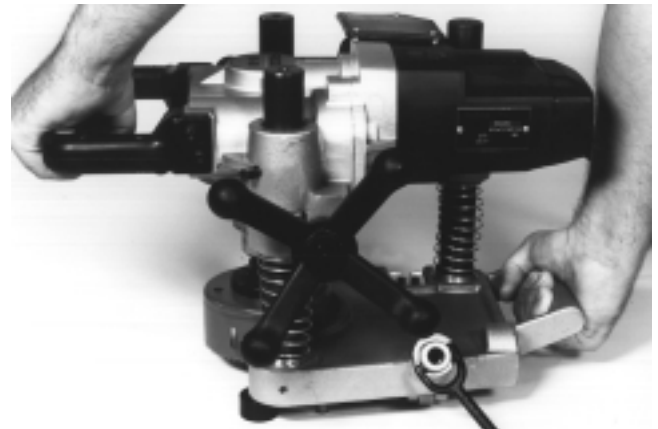

Figure 4 – Manutention de la HC-450
7. Soulevez la HC-450 par ses poignées de maintien avant et arrière. La poignée arrière peut servir de point d'attache pour un système de corde et poulie lors du travail sur canalisations en plafond (*Figure 4*). Ne pas soulever la HC-450 au-delà de vos épaules (*Figure 5*).